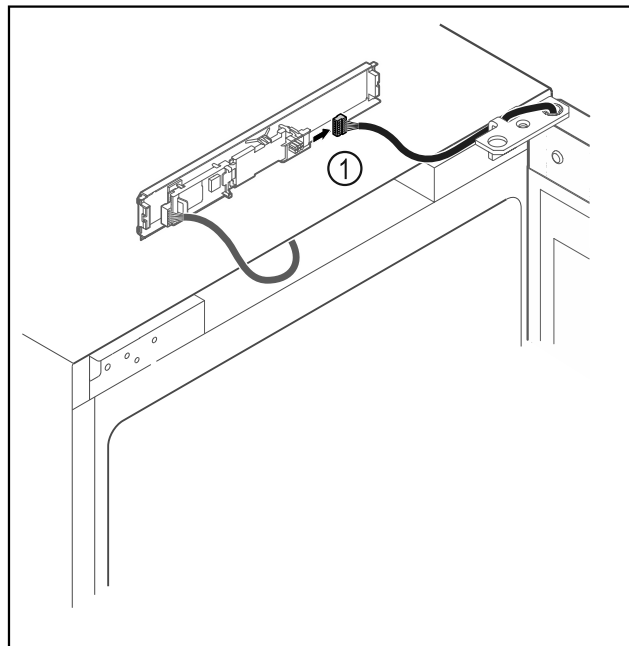

Fig. 13
- ▶ Lossa kontakten Fig. 13 (1) från kretskortet.